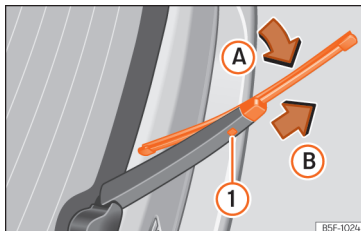

Abb. 52 Scheibenwischerblatt der Heckscheibe auswechseln.
- Wischerblatt leicht drehen » Abb. 52 (Pfeil A).
- Die Entriegelungstaste ① gedrückt halten und gleichzeitig das Scheibenwischerblatt in Pfeilrichtung B abziehen.
- Neues Heckscheibenwischerblatt **gleicher Länge und Ausführung** auf den Scheibenwischerarm entgegen der Pfeilrichtung B schieben, bis der Mechanismus ① einrastet.